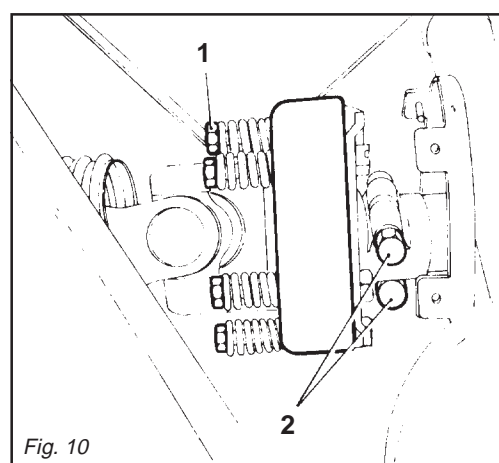

Fig. 10
La frizione è già pre-regolata per uno sforzo medio. Se slitta troppo facilmente (surriscaldandosi) è necessario avvitare uniformemente tutti i dadi (1 Fig. 10) che stringono le molle.
Se la frizione non slitta, svitare uniformemente tutti i dadi (1 Fig. 10) che fissano le molle. Svitare un giro alla volta e verificare la frizione dopo circa 300 metri di lavoro.
Qualora l'albero cardanico fornito abbia il mozzo con bloccaggio a bulloni (2 Fig. 10), assicurarsi che questi siano serrati con forza.
*The clutch is already pre-adjusted for average stress. If it slips too easily (and overheats), it will be necessary to evenly tighten all the nuts (1 Fig. 10) that retain the springs.*
*If the clutch does not slip, evenly unscrew all the spring fixing nuts (1 Fig. 10). Unscrew one turn at a time and check the clutch after having worked about 300 meters.*
*If the supplied cardan shaft has a bolt-locked hub (2 Fig. 10), check that these bolts are fully tightened.*
Die Gelenkwelle kann mit einer Sicherheitskupplung ausgerüstet werden, um die Getriebeteile des Gerätes vor Überlastungen und/oder Beanspruchungen zu schützen. Die Gelenkwelle darf keine Neigung über 10 Grad aufweisen (Abb. 3). Die Kupplung ist auf eine mittlere Beanspruchung voreingestellt. Wenn die Kupplung zu schnell schlupft (Überhitzung), muß man alle Muttern (1 Abb. 10), die die Federn spannen, noch weiter anziehen.
Wenn die Kupplung nicht schlupft, alle Muttern (1 Abb. 10), die die Federn spannen, gleichmäßig lockern.
Sollte die mit dem Gerät gelieferte Gelenkwelle eine mit Schraubbolzen blockierte Nabe (2 Abb. 10) haben, sicherstellen, daß diese angezogen sind. Alle Muttern um eine Umdrehung los-schrauben und die Kupplung nach 300 Metern Fahrstrecke prüfen. Den Vorgang falls erforderlich wiederholen, jeweils eine Umdrehung pro Versuch. Wenn die Kupplung während der Arbeit eine Temperatur von circa 40-50°C beibehält, ist sie richtig eingestellt. **Die Muttern nie ganz festziehen, weil dabei die Wirkung die Federn und damit der Kupplung aufgehoben würde, was sich schädlich auf die Getriebeteile auswirken würde.**
*L'arbre à cardans peut être équipé d'embrayage de sécurité pour protéger les organes de transmission de la machine en cas d'efforts ou de surcharges excessives. L'inclinaison du cardan de doit pas dépasser 10 degrés (Fig. 3). L'embrayage est déjà réglé pour un effort moyen. Lorsqu'il patine facilement (en se surchauffant) il faut visser de manière uniforme tous les écrous (1 Fig. 10) de serrage des ressorts.*
*Si l'embrayage ne patine pas, dévissez de manière uniforme tous les écrous (1 Fig. 10) de fixation des ressorts. Dévissez d'un tour à la fois et vérifiez l'embrayage après environ 300 mètres de travail.*
*Si le moyeu de l'arbre à cardans dispose d'un blocage par boulons (2 Fig. 10), assurez-vous que ces derniers sont bien serrés.*
El embrague está ya pre-regulado para un esfuerzo medio. Si patina muy fácilmente (recalentándose) es necesario ajustar uniformemente todas las tuercas (1 Fig. 10) que apretan en el resorte.
Si el embrague no patina, aflojar uniformemente todas las tuercas (1 Fig. 10) que fijan el resorte. Aflojar una vuelta a la vez y controlar el embrague luego de 300 metros de trabajo.
Si el árbol cardánico tiene el cubo con bloqueo de bulones (2 Fig. 10), controlar que estos últimos estén bien ajustados. Si es necesario repetir la operación siempre aflojando un giro a la vez. Si el embrague mantiene durante el trabajo una temperatura de 40-50 grados significa que está regulado en modo correcto. **No ajustar jamás a fondo las tuercas, ya que así se inutiliza el resorte y la fricción dañando los órganos de transmisión.**